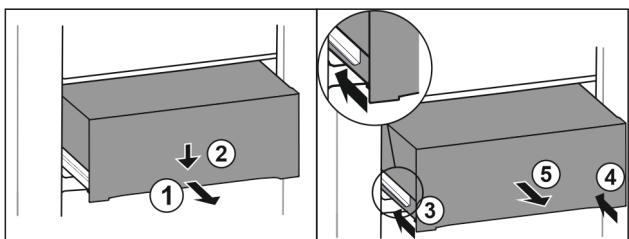

Fig. 139
- Изтеглете чекмеджето наполовина. Fig. 139 (1)
- Натиснете надолу чекмеджето от предната страна. Fig. 139 (2)
- Вкарайте лявата релса приблизително 2 см навътре. Fig. 139 (3)
- Вкарайте дясната релса приблизително 2 см навътре. Fig. 139 (4)
- Извадете чекмеджето напред. Fig. 139 (5)